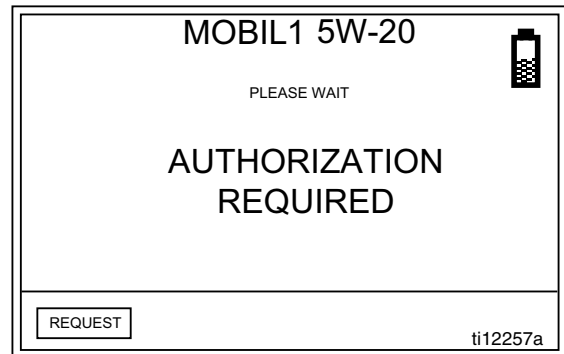

ABB. 23
2. Nach dem Verschicken der Anfrage erscheint die Meldung BITTE WARTEN im oberen Bildschirmbereich, wie in ABB. 23 gezeigt.